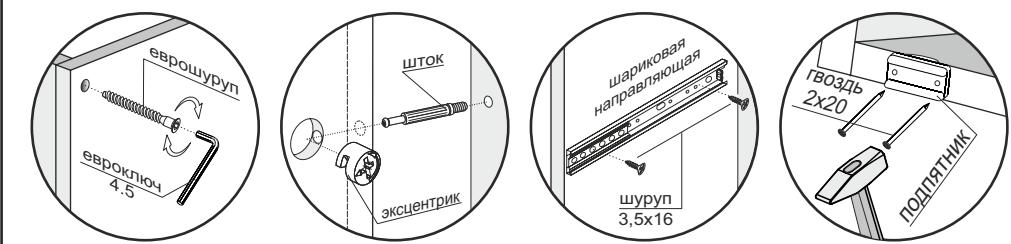

Рис.1
3. Гвоздями 2x20 прибить подпятники к боковинам (1) и цоколям (6) (рис.1).
4. К боковинам (1) и поперечине (5) крепить направляющие, используя шурупы 3,5x16 (рис.1).
5. Соединить крышу (2), боковины (1), поперечины (4,5) и стяжки (3), с помощью еврошурупов, эксцентриков и шкантов (рис.1).
6. Замерить диагонали секции (они должны быть равны: +/- 2мм). Прибить гвоздями 2x20 заднюю стенку, состоящую из ХДФ (7) (рис.1).